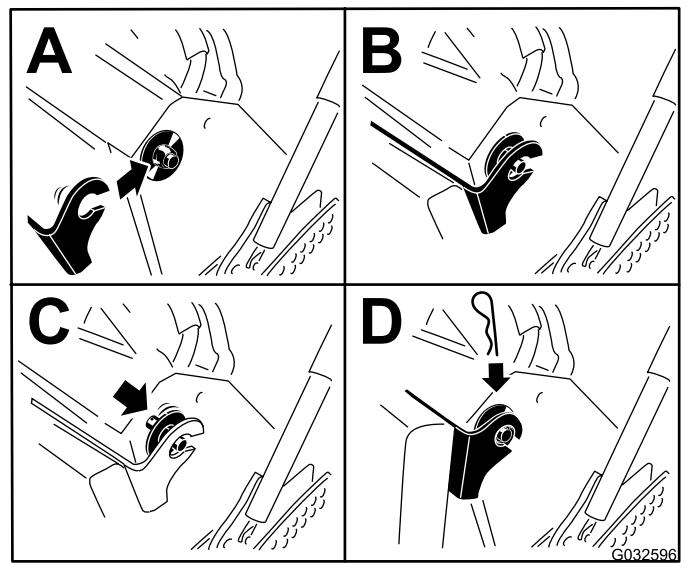

図 30
6. クッションを機体両側のピンに取り付ける図 30。
7. プラスチック製ブッシュのついた大きなワッシャーをクッションのブラケットに入れ、ヘアピンコッターピンで固定する図 30。